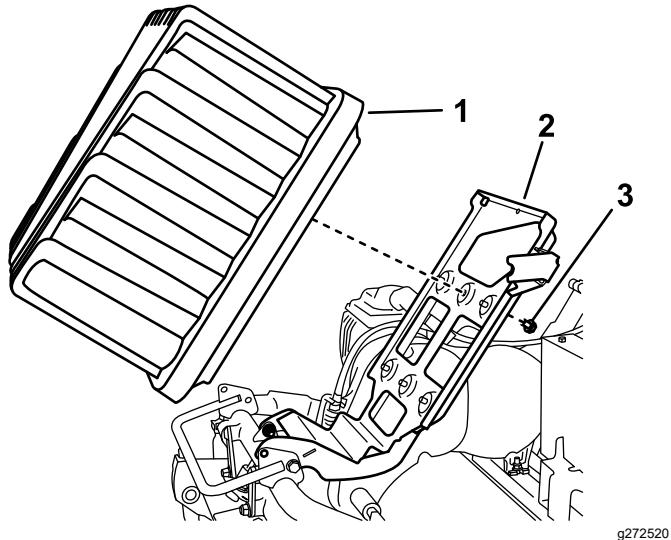

Figure 6
- Déposez la batterie et son socle de la machine (Figure 6).
- Retirez les boulons et rondelles qui fixent la batterie sur son socle ; mettez la batterie au rebut ou recyclez-la en respectant la réglementation locale, régionale ou nationale (Figure 6).